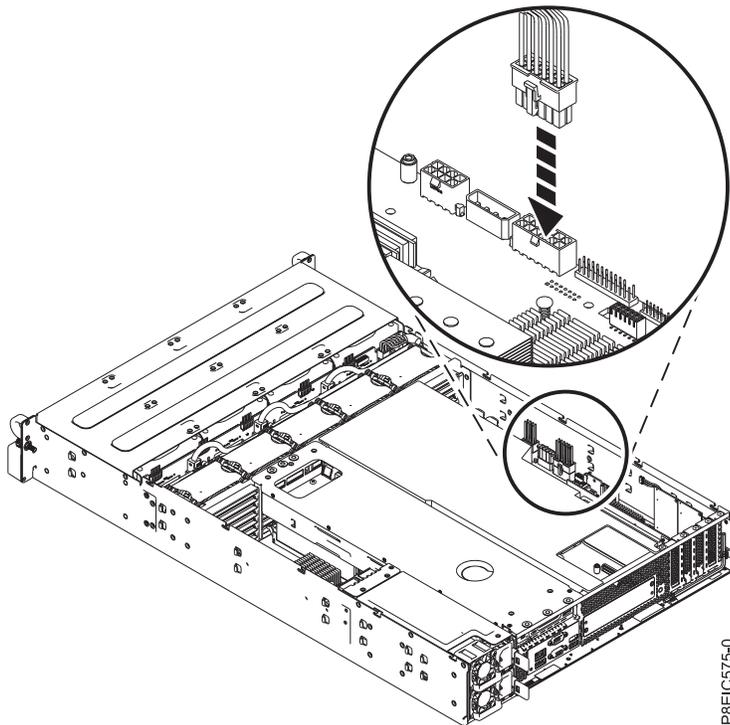

Figura 87. Conectando o cabo de energia da unidade frontal
20. Substitua o cabo de energia da unidade frontal no painel traseiro do sistema, conforme mostrado na Figura 87. Certifique-se de que o clipe da trava do cabo se encaixe no lugar no conector.